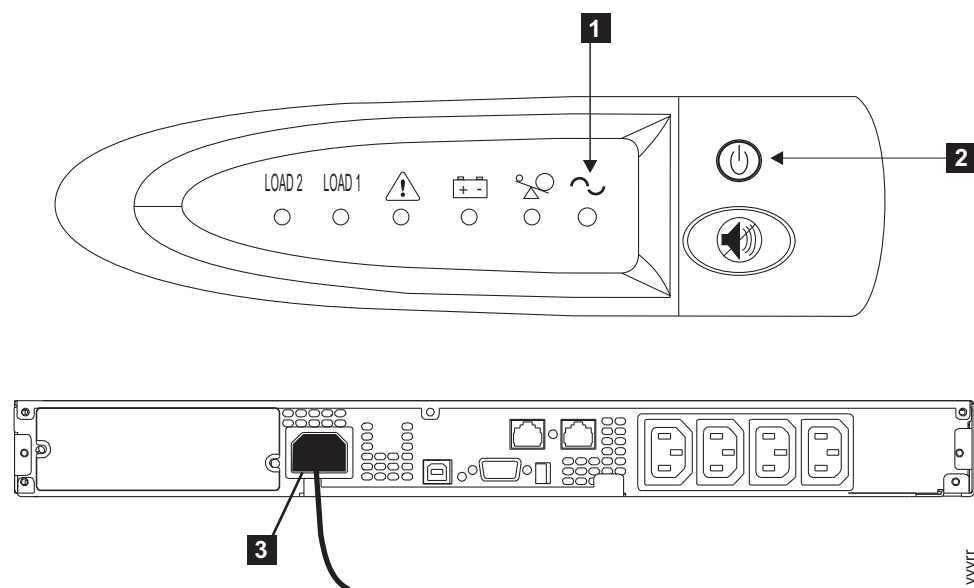

Figura 357. Painéis frontal e traseiro do 2145 UPS-1U
2. Pressione e segure o botão ligar/desligar (**2**) até que a luz de energia (**1**) esteja apagada (aproximadamente 5 segundos). Em algumas versões do 2145 UPS-1U, é necessário um dispositivo com ponta, como uma chave de fenda, para pressionar o botão ligar/desligar. O 2145 UPS-1U entra no modo de espera, com todos os indicadores desligados. Figura 357 ilustra as vistas frontal e posterior do 2145 UPS-1U.